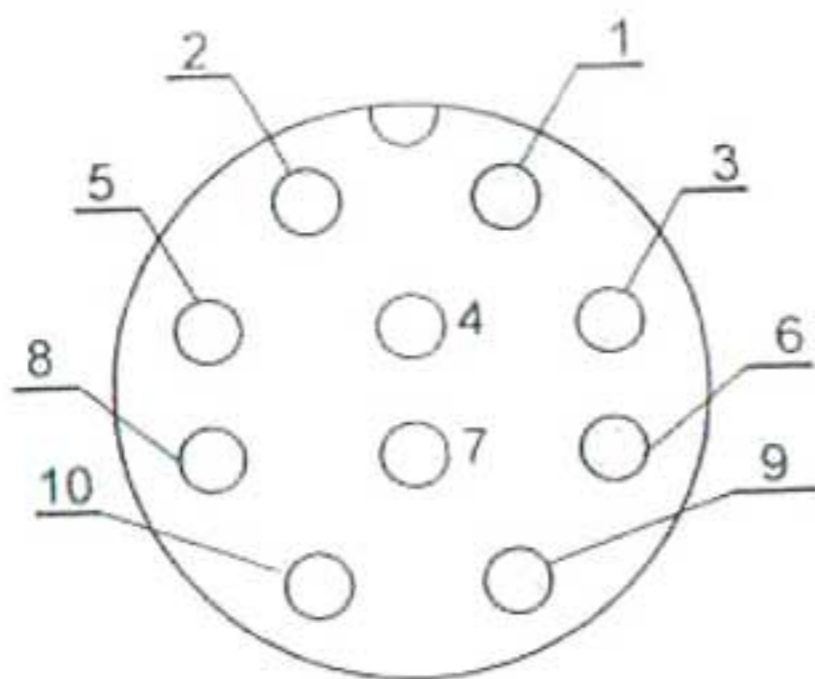

Рисунок 1 – Вид на хвостовики контактов розетки
2.4 Сигнализатор коммутирует через контакты 1; 8; 9 разъема отдельные цепи постоянного тока величиной от 0,03 до 0,5 А, напряжением от 6 до 30 В (смотри рисунок 1).